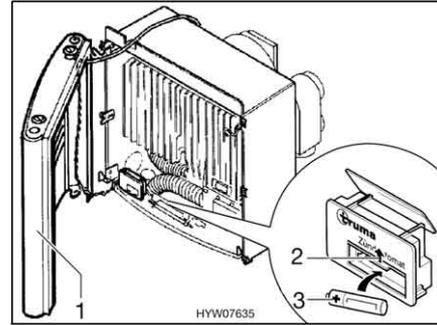

Fig. 125 Chauffage ouvert
- Placer l'habillage sur le côté (Fig. 125,1) pour que les câbles de raccordement pour le ventilateur d'air chaud et pour la lampe témoin de l'allumage n'aient pas à être débranchés.
- Pousser le couvercle du compartiment à piles de l'allumage automatique (Fig. 125,2) vers le haut.
- Placer une nouvelle batterie (Fig. 125,3) de même type, en plaçant correctement les pôles (+/-), dans le compartiment à piles de l'allumage automatique. N'utiliser que des piles AAA résistantes à la chaleur (+70 °C) et étanches.